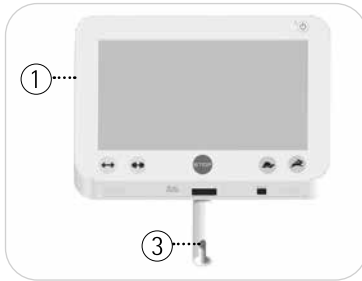

Fig. 4.3, 4.4
- Voir Fig. 4.3, 4.4 Sortez le dispositif de commande ① de son emballage. Insérez le dispositif de commande ① jusqu'au bout sur l'écrou hexagonal M22 ⑤ du support prévu ②. Faites attention à guider l'encoche ③ directement au-dessus de la sortie ④ du câble. **Ne pliez ou n'écrasez jamais aucun câble !**